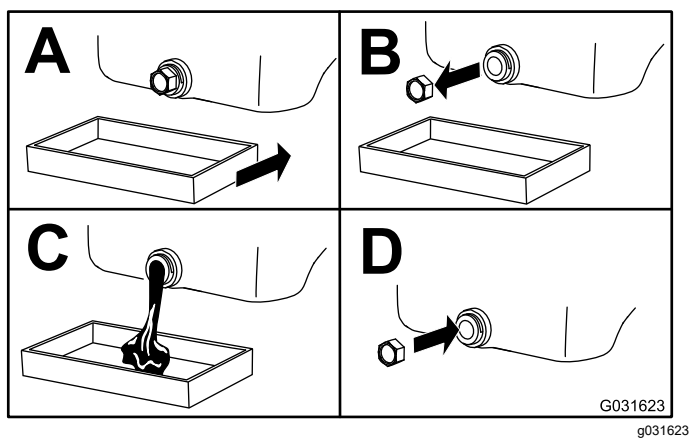

Figura 47
3. Cambiate l'olio motore come mostrato in Figura 47.